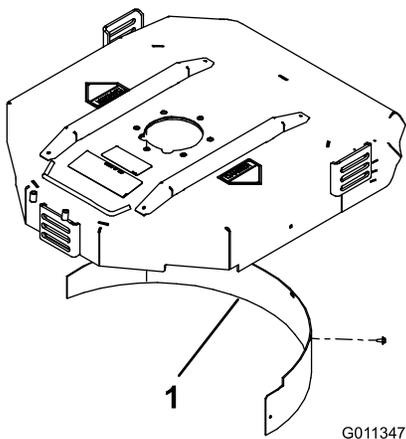

Figura 7
2. Instale el deflector de mulching en la abertura trasera y sujételo con 5 pernos con arandela prensada (Figura 7).